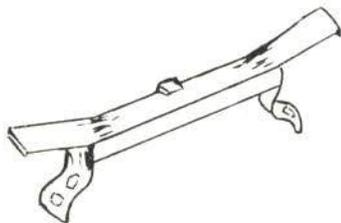
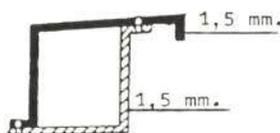

Fig. 1
Fig. 2
- *Armazón frontal* (fig. 1): soldado por nueve puntos a cada pase de rueda, es de difícil reparación por ser de sección cerrada, constituida por dos chapas de 1,5 mm. de espesor (fig. 2).